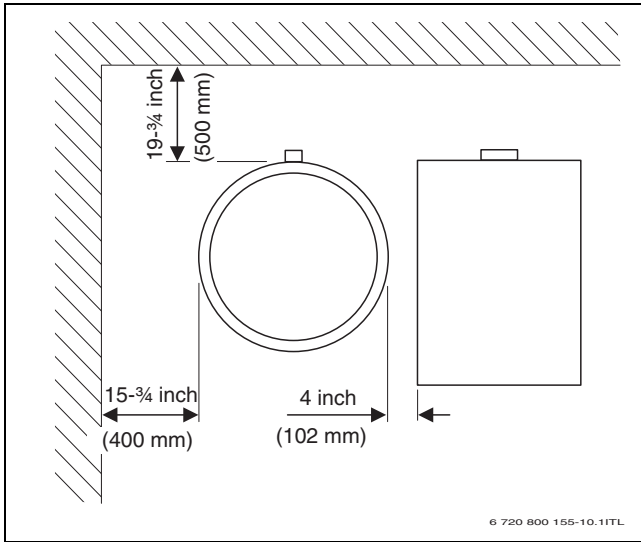

Fig. 7 Distancias mínimas a la pared recomendadas
- ▶ Tener en cuenta la altura mínima (→ tab. 6, pág. 43) y las distancias mínimas respecto a la pared en la sala de instalación (→ fig. 7, pág. 45).